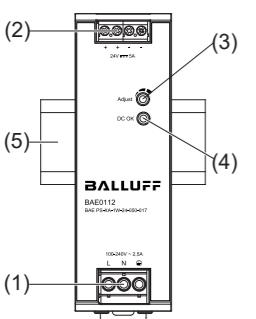

Figure 1
### 5.2. Anschluss der Ausgangsklemmen (Abb. 1 (2))
Verwenden Sie die Schraubklemmen „+“ und „-“, um den 24Vdc-Anschluss herzustellen. Am Ausgang stehen 24Vdc zur Verfügung. Die Ausgangsspannung kann am Potentiometer zwischen 22 und 28Vdc eingestellt werden. Die grüne LED „DC OK“ zeigt die korrekte Funktion des Ausgangs an (Abb. 1 (5)). Das Gerät verfügt über einen Kurzschluss-, Überlast- und Überspannungsschutz, der auf 28,8-35,2Vdc begrenzt ist.
#### 2. Device description (Fig. 1)